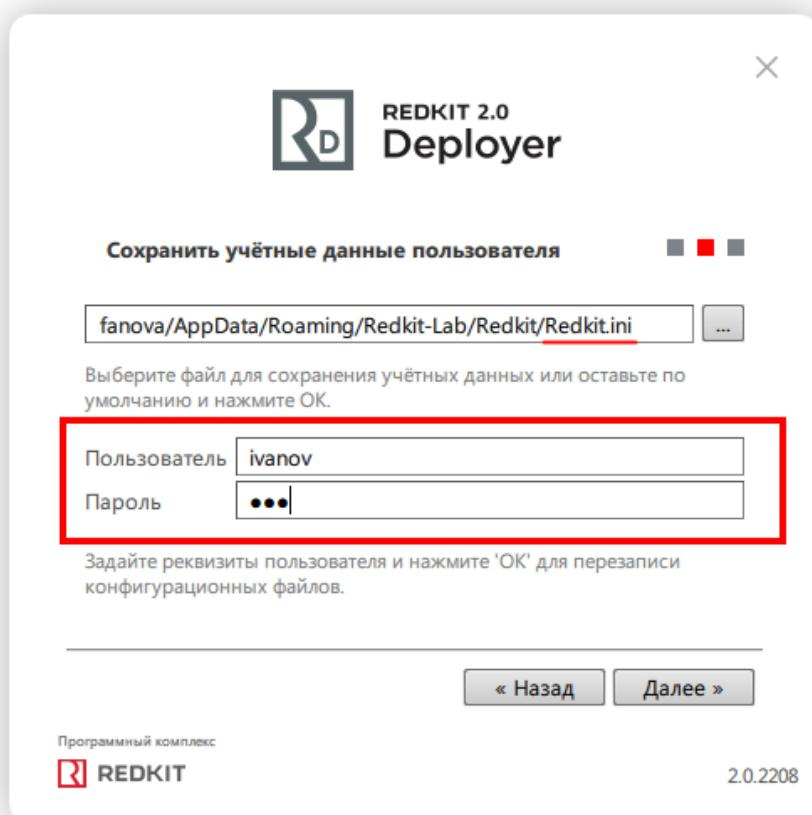

Рисунок 463 - Реквизиты пользователя в configdeployer
6. Запустите утилиту *configdeployer* (по умолчанию расположена в C:\Program Files\Redkit-Lab\Redkit): введите реквизиты сервера ключей и для выбранного конфигурационного файла Redkit.ini установите реквизиты пользователя с ролью «Наблюдателя» из п.3 (Рисунок 463). Автозапуск выполняется с правами пользователя, указанного в Redkit.ini для автозагрузки.